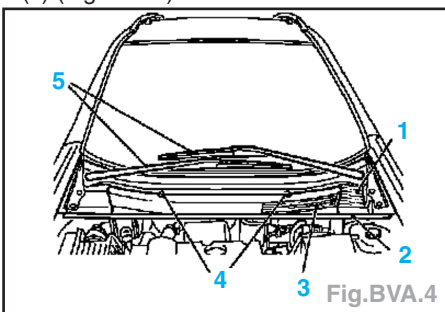

Fig.BVA.4
- Déposer le déflecteur d'eau : Enlever l'étanchéité (2), le recouvrement (3), extraire vers le bas les gicleurs de lave-glaces (4), déposer les bras (5) et le déflecteur d'eau (1) (Fig.BVA.4).